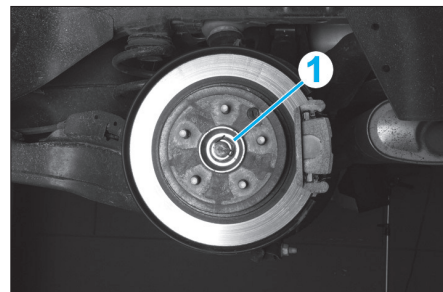

Fig. 24
- la goupille de maintien de l'écrou de transmission (1) (Fig.24),
- l'écrou de transmission (1),